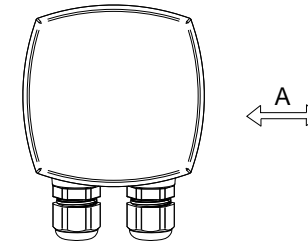

Fig. 1 Sens d'installation dans la gaine (A = sens de l'écoulement d'air)
- Placez le transmetteur DTTHC dans la gaine avec les presse-étoupes perpendiculaires au sens de l'écoulement d'air, voir Fig. 1.